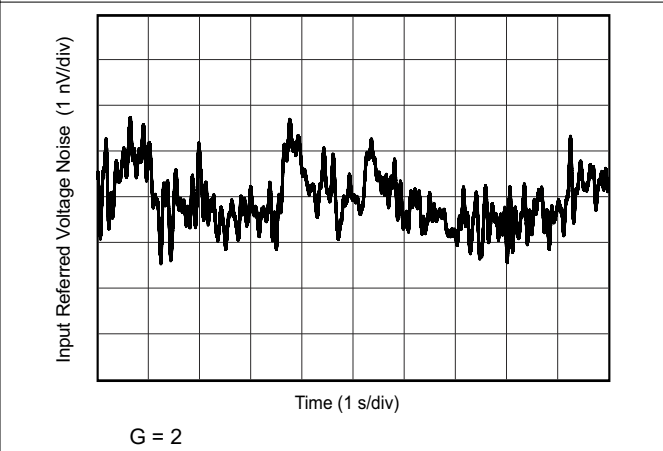

图 7-36. 0.1Hz 至 10Hz RTI 电压噪声
0.1Hz 至 10Hz 电压噪声 - $G = 2$	图 7-36